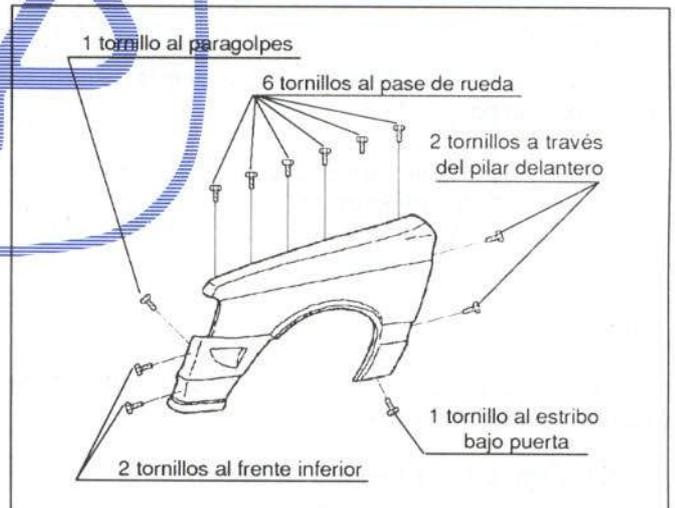

Figura 20.- Fijación de la aleta delantera
En la figura 20 se presenta su fijación.
- Retirar las aletas delanteras (figura 20)
En la figura 20 se muestra la fijación de la aleta delantera.